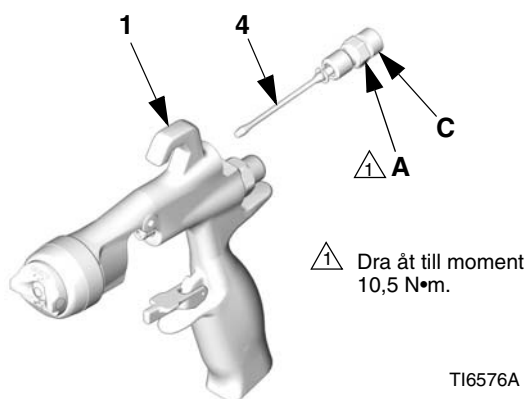

FIG. 34
2. Lossa tätmuttern (A) på mönsterluftventilen från baksidan på pistolhuset (1). Dra ur ventilenheten (4) ur pistolhuset. Se FIG. 34.
3. Vrid mönsterjusteringsventilen (C) på utbytesventilen (4) helt moturs innan den monteras så undviks skador på sätet (5c). Montera utbytesventilen i pistolhuset (1). Skruva in tätmuttern (A) i pistolhuset och dra åt till moment 10,5 N•m (90 in-lb).